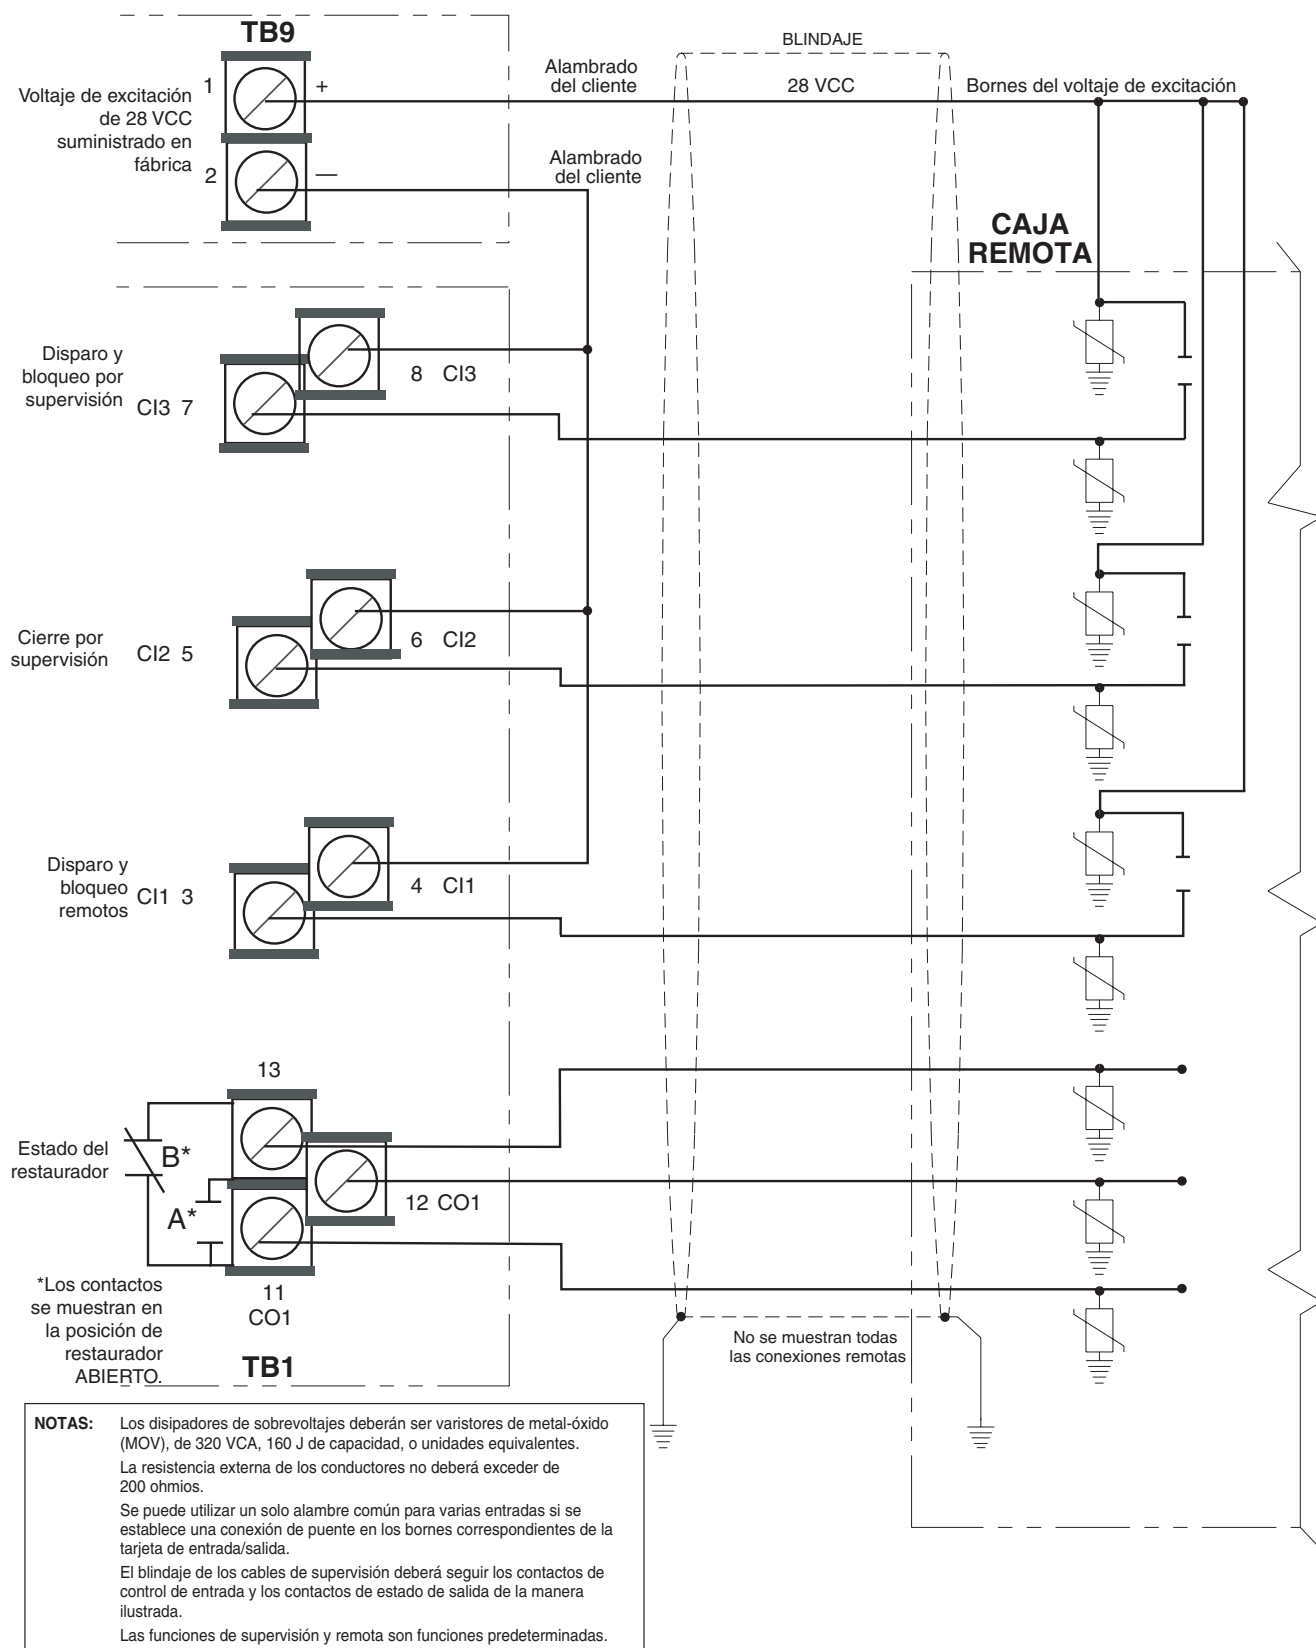

Figura 22.
Se deben usar cables blindados para proteger los conductores de funcionamiento y de control de supervisión. Consulte la Figura 22.
** El voltaje de excitación se ofrece del control de restauradores Forma 6 en el bloque de bornes TB9. Consulte la Figura 22.
12. Se han terminado y revisado las conexiones del cliente para el funcionamiento remoto y de supervisión según las instrucciones de blindaje y protección contra sobrevoltajes dadas en este manual (Figura 22).